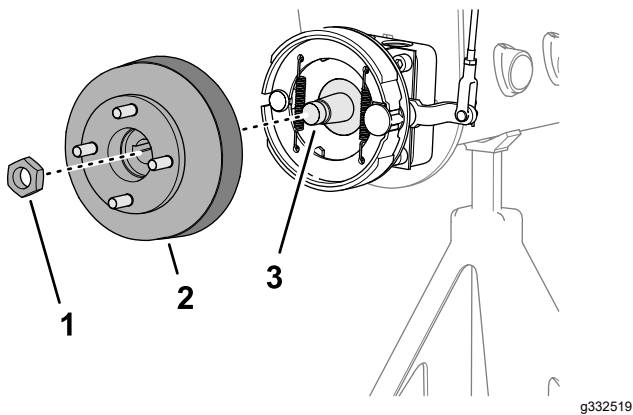
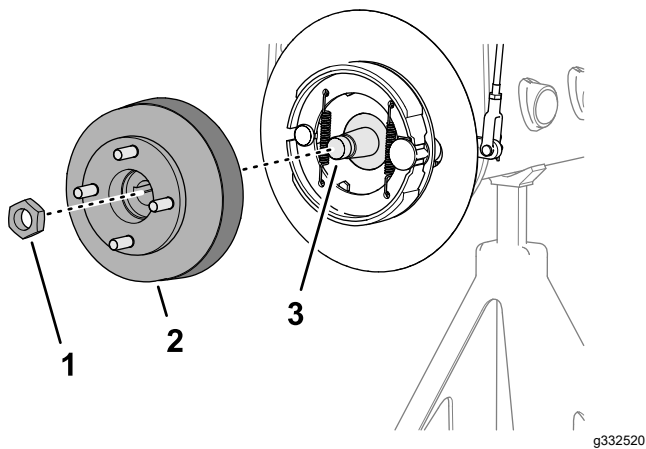

Bild 61
Bild 62
1. Entfernen Sie die Sicherungsmutter, mit der die Nabe an der Radmotorwelle befestigt ist (**Bild 61** oder **Bild 62**).
4. Verwenden Sie den angegebenen Radnabenabzieher, um die Radnabe und die Bremstrommel von der Radmotorwelle zu entfernen (Bild 61 oder Bild 62).